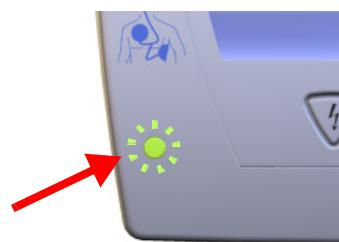

Fig. 2.6 Voyant de contrôle vert clignotant
- (1) Le voyant de contrôle vert clignote si le dernier autotest s'est déroulé sans erreur (voir Fig. 2.6).
- (2) Le voyant de contrôle jaune est allumé aussi longtemps que le connecteur des électrodes n'est pas inséré dans l'appareil et les électrodes ne sont pas appliquées sur la poitrine du patient.
- (3) **Raccord** pour les électrodes auto-adhesives.
- (4) **Touche verte** pour mettre en marche et arrêter l'appareil. En mode semi-automatique, elle permet de démarrer l'analyse.
- (5) Pile/batterie
- (6) Haut parleur
- (7) Logement de la carte mémoire (SD Card)
- (8) **Touche orange** pour déclencher le choc de défibrillation (mode semi-automatique uniquement).